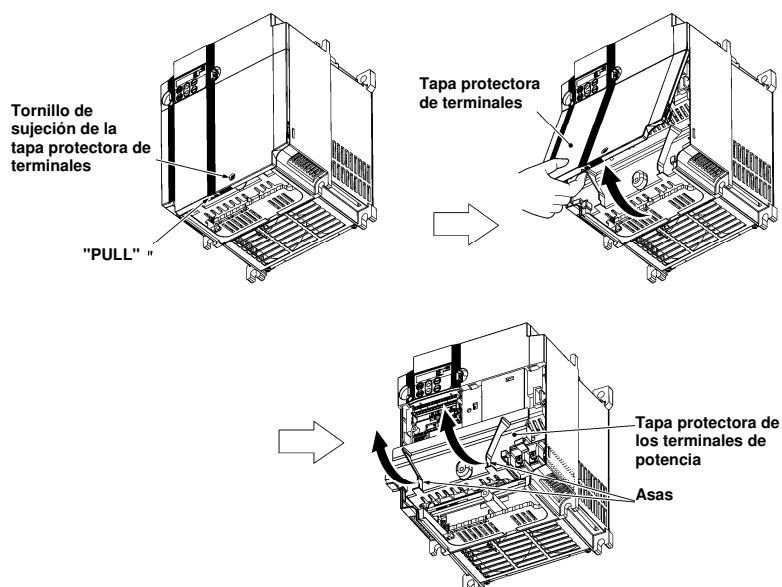

Figura 4.4 Cómo desmontar las tapas (para variadores con una potencia de 11 kW y 15 kW)
(3) Para variadores con una potencia de 11 kW y 15 kW
- ① Para desmontar la tapa protectora de terminales, primero debe aflojar el tornillo de sujeción de ésta, ponga el dedo en la marca de la tapa protectora de terminales (etiquetada "PULL"), y después tire de ella en dirección hacia usted.
- ② Para desmontar la tapa de los terminales de potencia, sujete las asas a ambos extremos de ésta, y tire hacia arriba (consulte la figura 4.4).